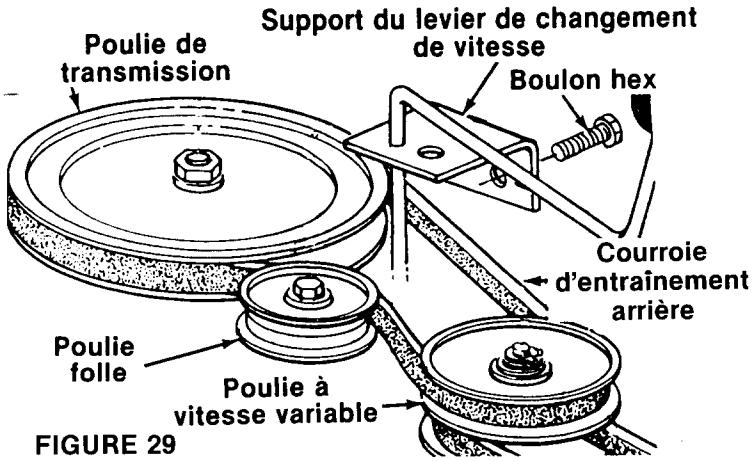

FIGURE 29
- Poussez le tendeur vers la droite du tracteur. Soulevez la courroie par-dessus le tendeur. Voir la figure 29.